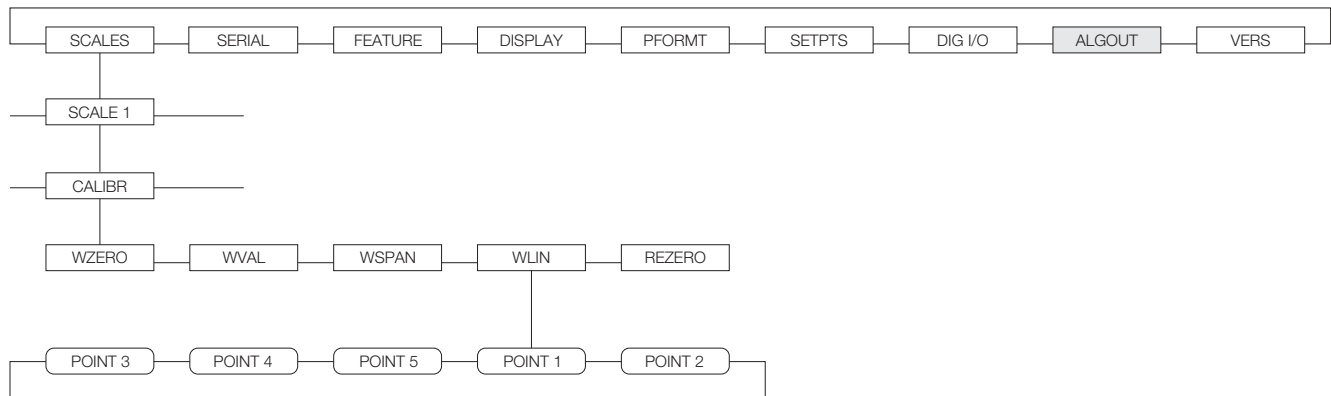
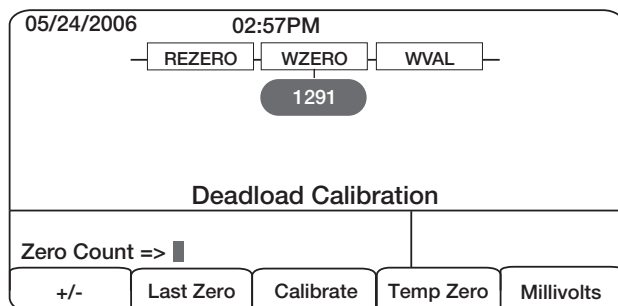

Figura 4-1. Submenú de Calibración (CALIBR)
Figura 4-2. Pantalla de calibración WZERO
Se utiliza el submenú CALIBR [CALIBRACION] (bajo el menú SCALES [BASCULAS], ver la Figura 4-2) para calibrar el 820i.
2. Con el menú *SCALES [BASCULAS]* resaltado, presionar la tecla **down** [abajo], luego seleccionar la báscula para ser calibrada. Presionar **down** [abajo] de nuevo (el parámetro *GRADS [GRADUACIONES]* estará resaltado), luego presionar **left** [izquierda] para hacer resaltar el submenú *CALIBR [CALIBRACION]* (ver la Figura 4-1). Presionar la tecla **down** [abajo] para ir a la calibración del cero (*WZERO*). Ver la Figura 4-2 en la página 51.